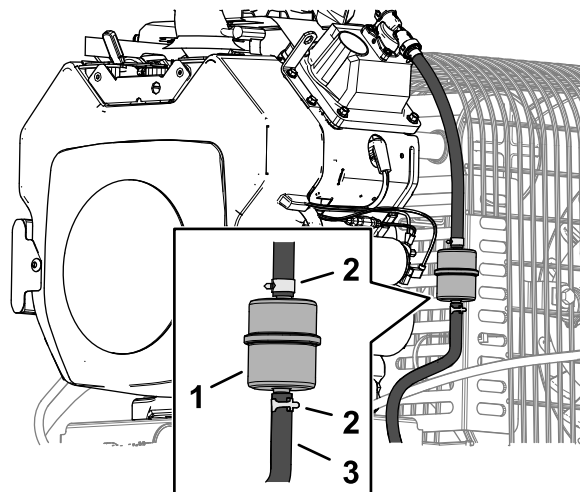

Figura 40
3. Strângeți capetele clemelor de furtun împreună și glisați-le în afara filtrului (Figura 40).
5. Montați un filtru nou și deplasați clemele de furtun aproape de filtru (Figura 40).
3. Slăbii clema furtunului de la filtrul de combustibil i glisai-o în sus pe conducta de combustibil, departe de filtrul de combustibil (Figura 40).
4. Decuplai conducta de combustibil de la filtrul de combustibil (Figura 40).
Notă: Permitei scurgerea combustibilului într-un recipient de combustibil sau într-o tavă de scurgere (Figura 40).
5. Montați conducta de combustibil la filtrul de combustibil. Glisai clema pentru furtun până aproape de filtrul de combustibil pentru a fixa conducta de combustibil (Figura 40).